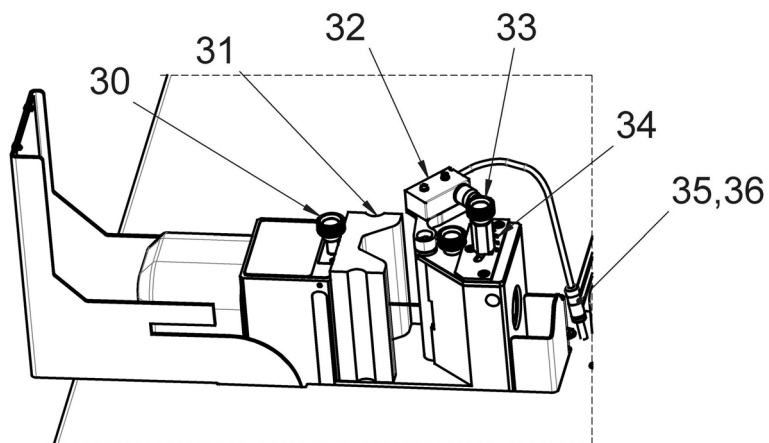

Рис. 5: Гибка токовых шин
Гибка медных и алюминиевых шин производится с помощью гибочной матрицы (рис. 5, 31), которая сгибает заготовку с двух сторон вокруг гибочной оправки.
- Вставить гибочную матрицу (рис. 5, 31) в крепление инструмента силового плунжера и зафиксировать с помощью винта (рис. 5, 30).
- Вставить электронный считыватель угла (рис. 5, 32) в полуоткрытое скругление базового корпуса.
- Вставить штекер (рис. 5, 35) соединительного кабеля в разъем (рис. 5, 36) за рабочим блоком.
- Установить желаемый угол изгиба на шкале настройки (рис. 5, 33) с помощью угловой шкалы (рис. 5, 34).